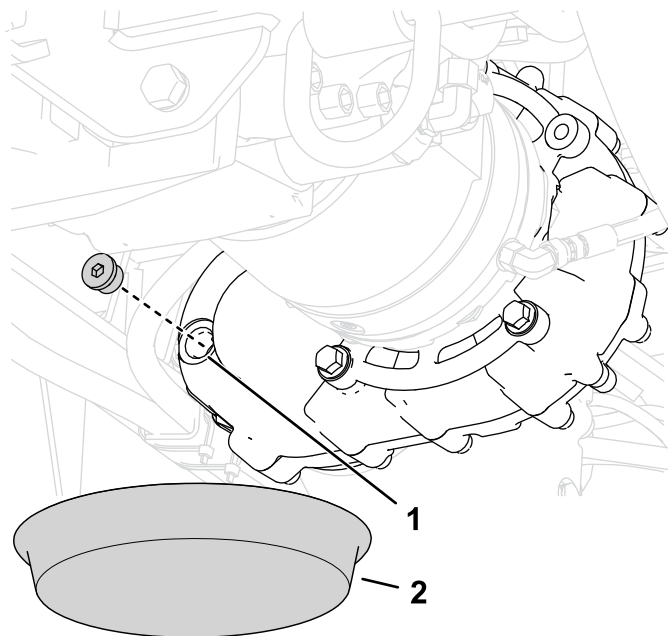

Figura 113
1. Coloque un recipiente de vaciado debajo de la caja de engranajes (Figura 113).
2. Retire el tapón de la mirilla (Figura 113).